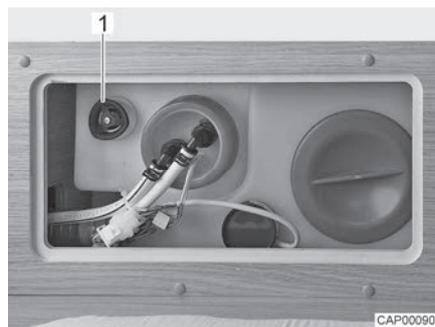

Fig. 94 Réservoir d'eau avec poignée tournante
- Faire tourner la poignée tournante (Fig. 94,1) du réservoir d'eau à fond dans le sens inverse des aiguilles d'une montre au-delà de la résistance pour ouvrir entièrement l'ouverture d'écoulement.